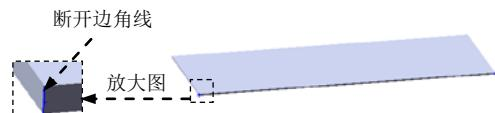

图 13.2.36 断开边角线
(2) 定义折断边角选项。激活 **折断边角选项(B)** 区域的 ，选取图 13.2.36 所示的断开边角线。在 **折断类型:** 文本框中选取“倒角”按钮 ，在  文本框中输入距离值 3.0。
(3) 单击  按钮，完成断开一边角 1 的创建。